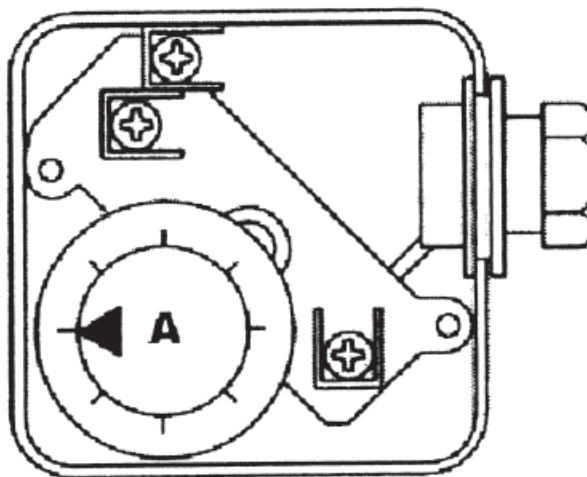

fig. 13
- Comienza el funcionamiento según el diagrama de fig. 13.